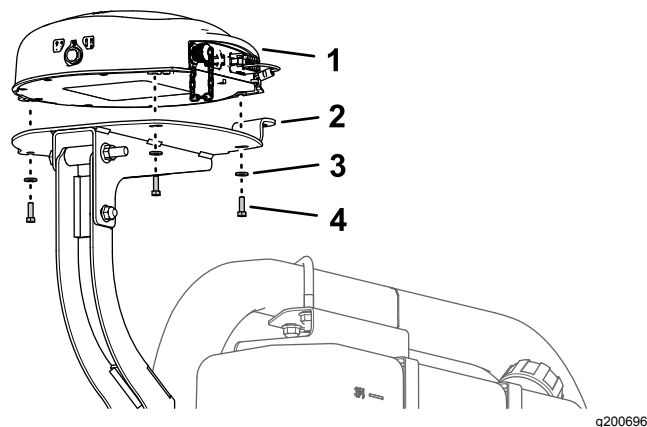

図 158
1. 受信機底部の3本のねじ部を、マウントの3つの穴に合わせる 図 158。
2. 受信機をマウント荷台に固定する 図 158 六角ヘッドボルト5 x 16mm3本と、ワッシャ5 x 16mm3枚を使用する。